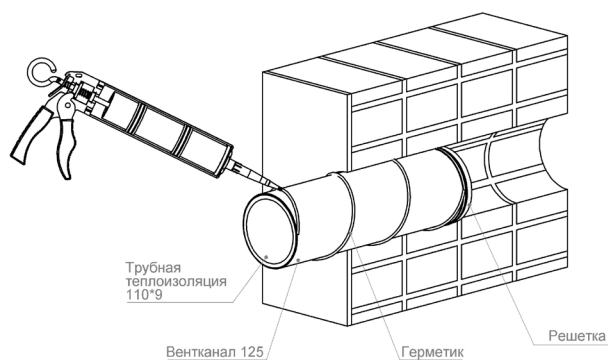

Рис. 8
2. Нанести на гильзу герметик (Рис. 8)